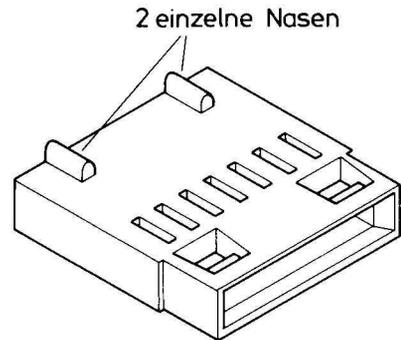
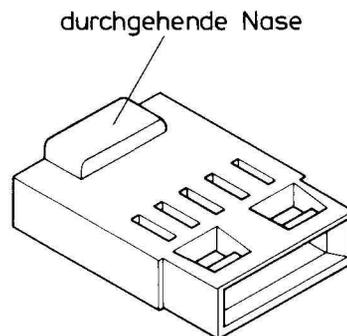
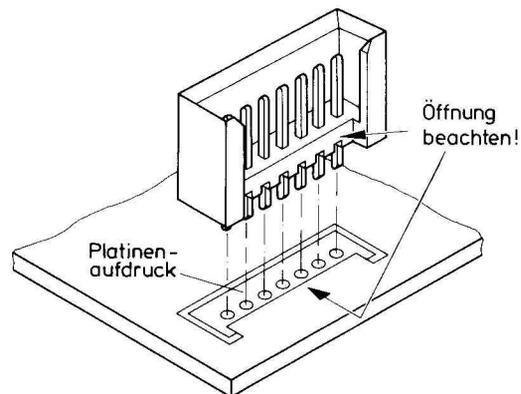
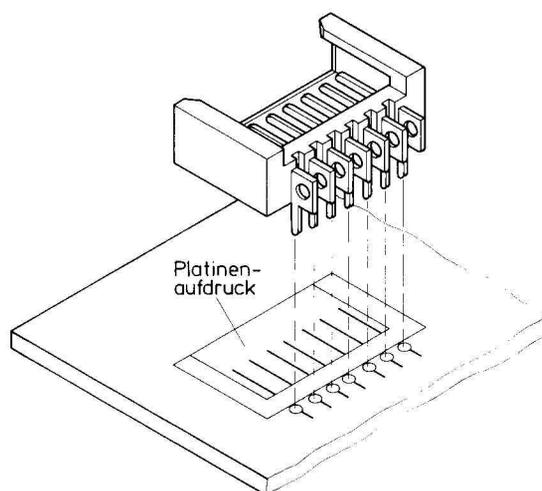

Bild 5. Steckverbinder für Flachbandkabel ohne Abschirmung
Bild 6. Steckverbinder für Flachbandkabel mit Abschirmung
Bild 7. Senkrechte Stiftwanne
Bild 8. Parallele Stiftwanne
3. Die Steckverbinder der Flachbandkabel **ohne** Abschirmung haben zwei einzelne Nasen als Markierung (Bild 5). Ausnahme: 2polige Steckverbinder haben grundsätzlich nur eine Nase. Die Steckverbinder der Flachbandkabel **mit** Abschirmung besitzen dagegen nur **eine** durchgehende Nase (Bild 6).
Hier haben wir vier verschiedene Elemente: Die senkrechte Stiftwanne (Bild 7), die parallele Stiftwanne (Bild 8) sowie Steckverbinder für Flachbandkabel **ohne** Abschirmung (Bild 5) und Steckverbinder für Flachbandkabel **mit** Abschirmung (Bild 6).
Die Stiftwannen müssen unbedingt wie im Aufdruck angegeben eingelötet werden: Öffnung beachten! (siehe Bild 7)